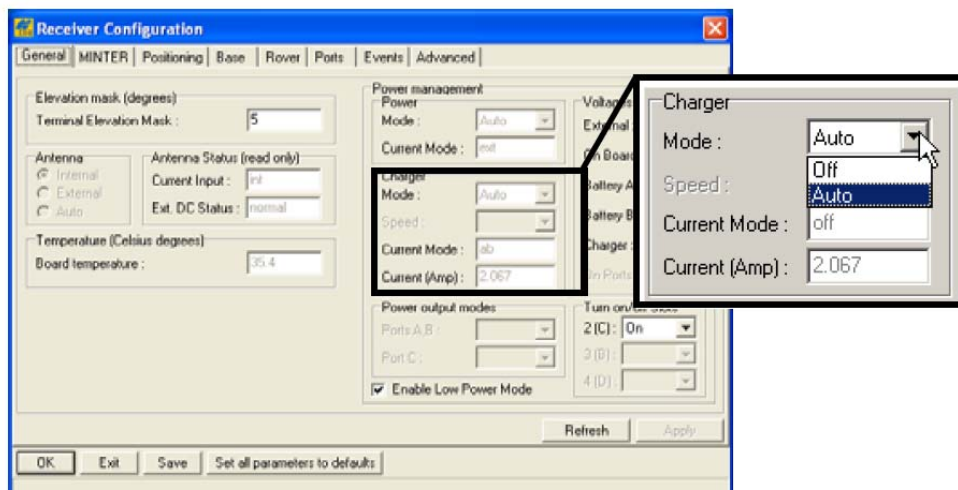

Рисунок 2-10. Выбор режима зарядного устройства
4. В области *Charger* (*Зарядное устройство*) щелкните на выпадающем списке *Mode* (*Режим*) и выберите в нем нужный режим зарядки (см. рис. 2-10). Поле *Current Mode* (*Текущий режим*) указывает на заряжающуюся батарею: а, b или off (батареи не заряжаются).